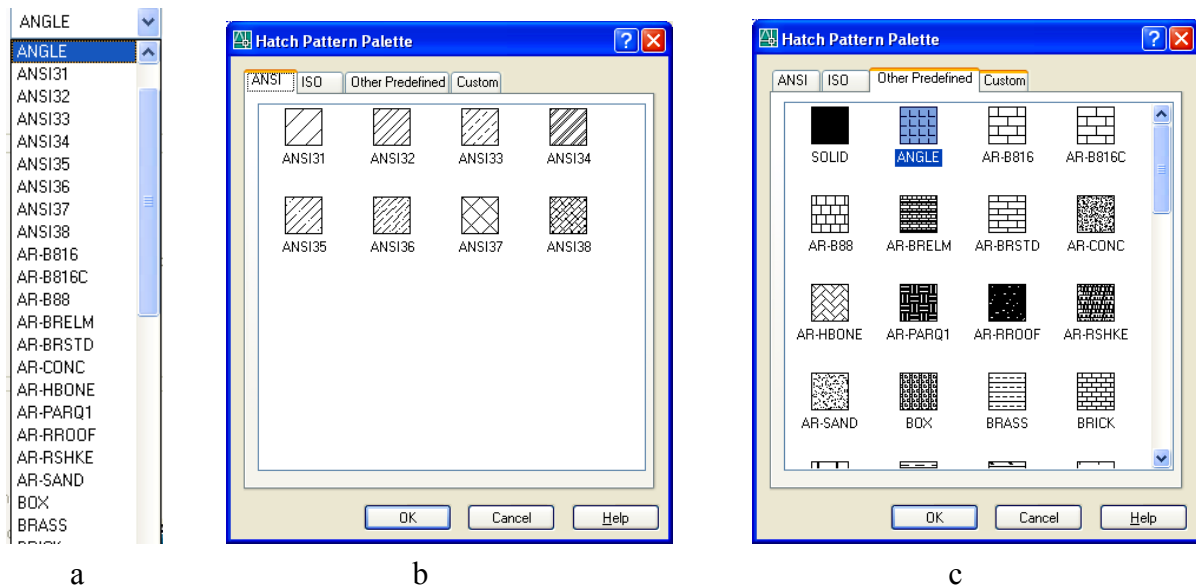

Fig. U9.3
- *Patern* conține o listă derulantă care cuprinde denumirile modelelor (Fig. U9.3, a) și un buton () care la activare deschide casete de dialog cu imagini active ale modelelor de hașurare existente (Fig. U9.3, b și c).